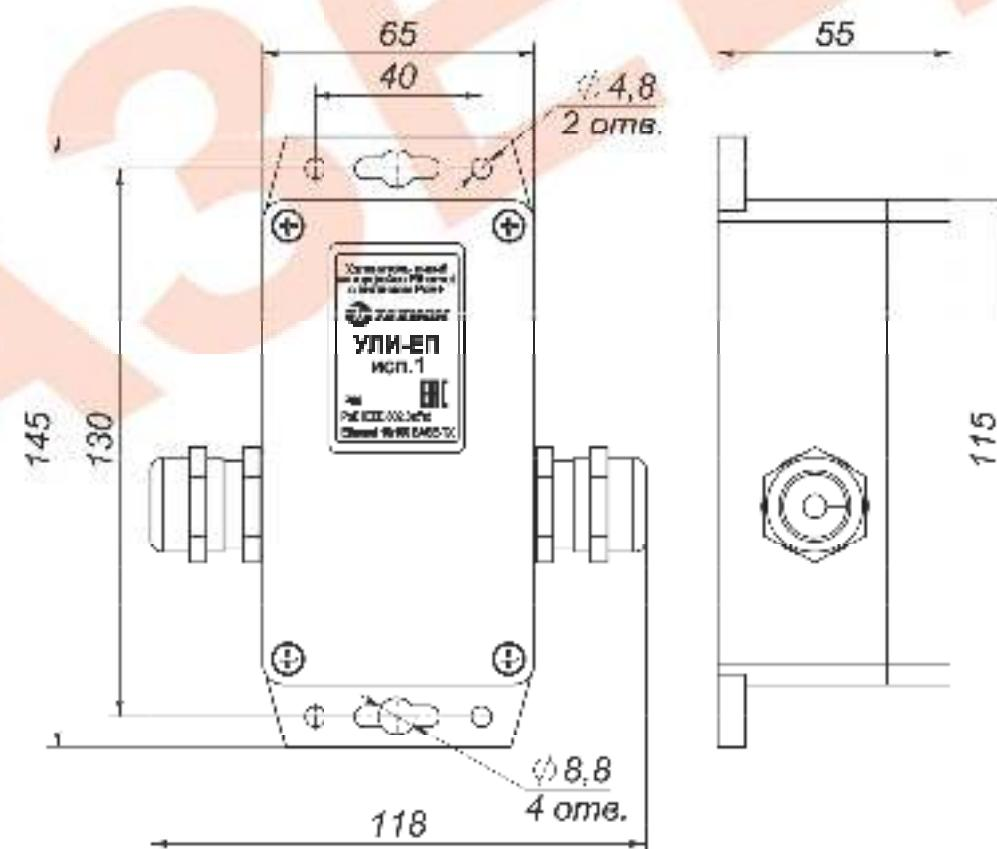

Рис.2 Внешний вид и габаритно-установочные размеры.
* Размер с гермовводами (см. рис.2).
- Габаритные и установочные размеры приведены на рис.2.